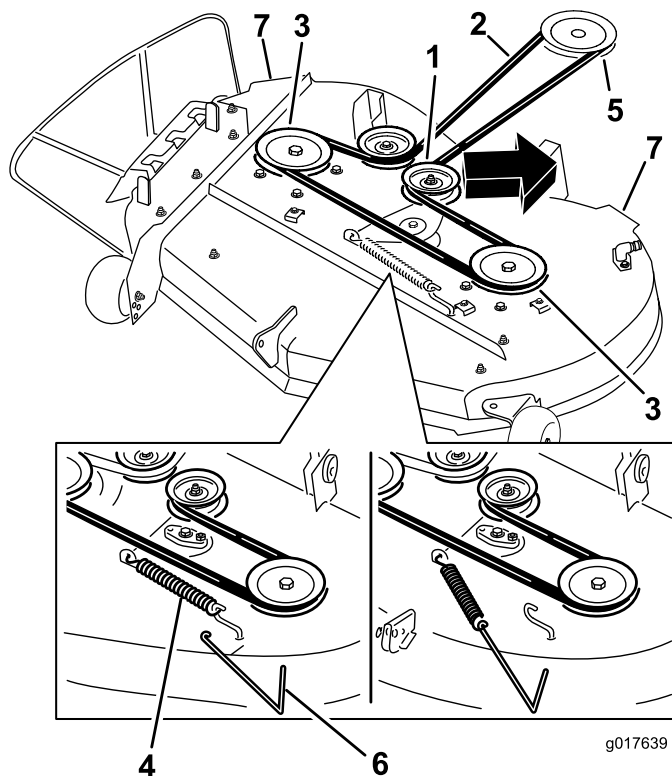

Figure 60
4. À l'aide d'un outil de dépose de ressort (réf. Toro 92-5771), décrochez le ressort du crochet sur le tablier pour éliminer la tension sur la poulie de tension et déchaussez la courroie des poulies (Figure 60).
5. Acheminez la courroie neuve autour de la poulie du moteur et des poulies du tablier de coupe (Figure 60).
6. À l'aide d'un outil de dépose de ressort (réf. Toro 92-5771), accrochez le ressort au crochet situé sur le tablier, puis exercez une tension sur la poulie de tension et la courroie du tablier de coupe (Figure 60).